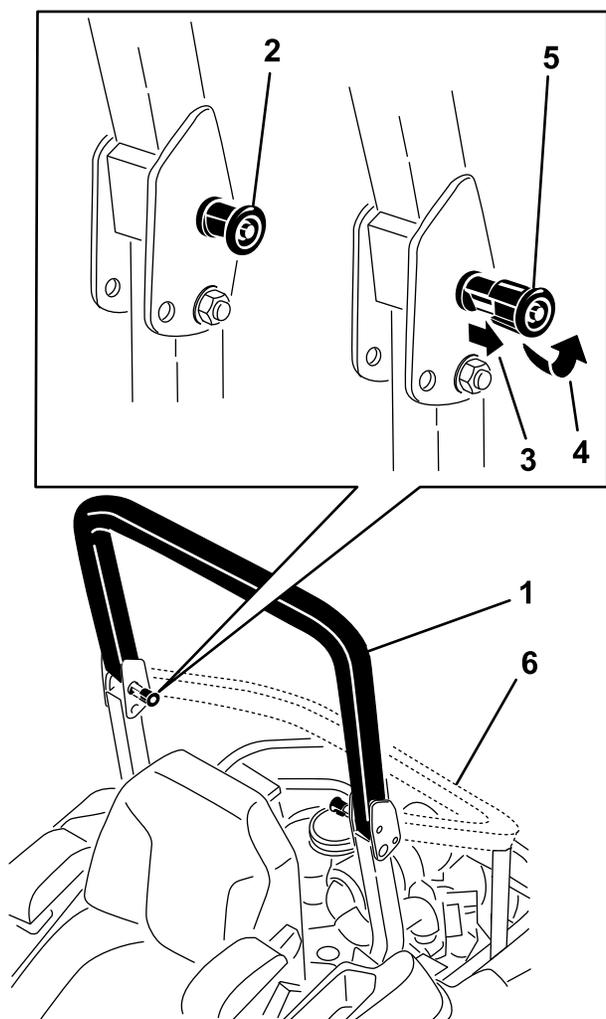

Figura 70
**Nota:** Puede ser necesario empujar hacia adelante o tirar hacia atrás de la parte superior de la barra anti-vuelco para que se bloquean completamente ambos pomos (Figura 70 y Figura 71).